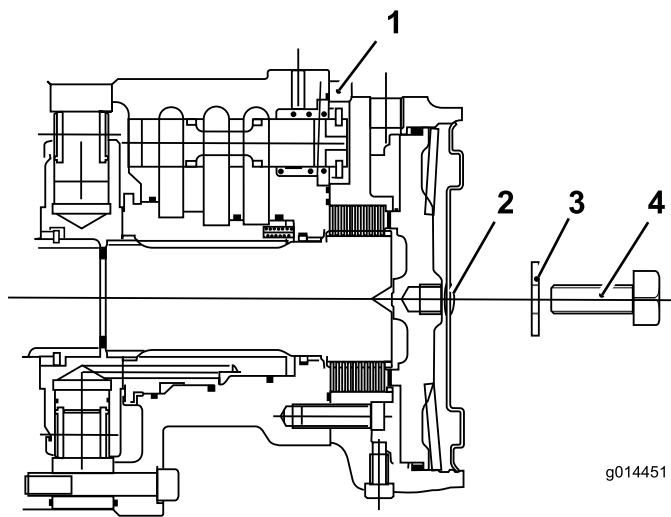

Figura 44
- C. Monte o tampão hexagonal na placa da extremidade do motor (Figura 44).